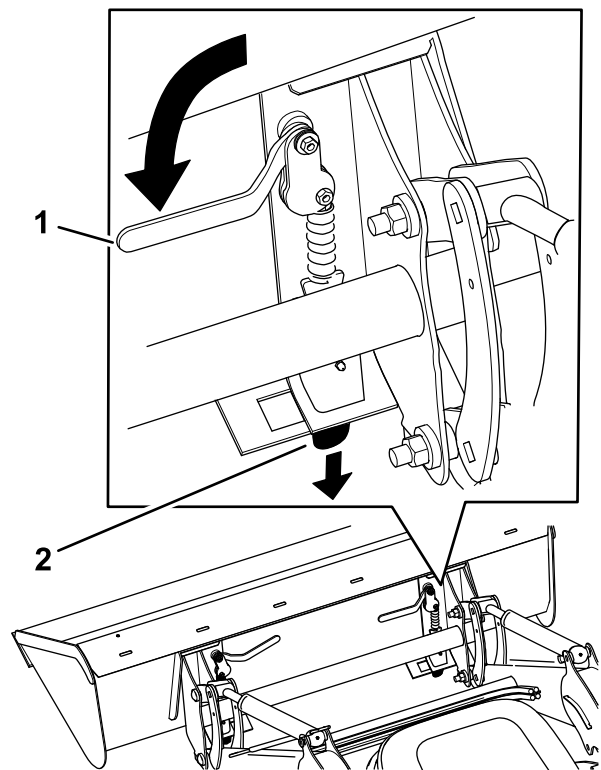

Рисунок 58
8. Поверните рычаги быстроразъемного соединения внутрь, убедившись, что штифты быстроразъемного соединения полностью прошли через монтажную пластину (Рисунок 58).